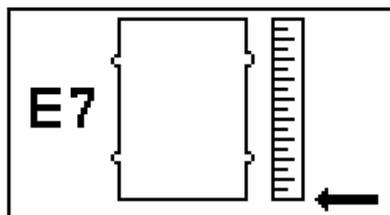
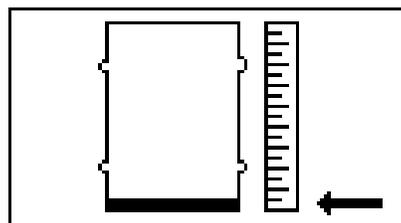

FIG. 27: Pantalla de código de diagnóstico de bidón vacío
FIG. 28. Pantalla de código de diagnóstico de bidón bajo
Ver la FIG. 27 y la FIG. 28. Si salta el sensor de bidón bajo/vacío, se activará la pantalla de Código de Diagnóstico de Bidón bajo/vacío (25).